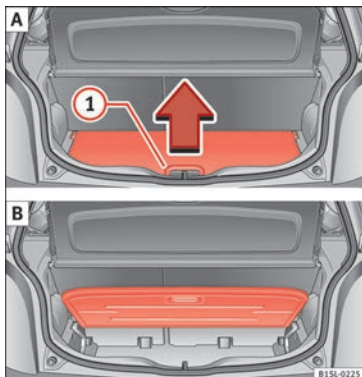

Fig. 71 A: aprire il piano variabile del bagagliaio. B: piano variabile del bagagliaio sollevato.
- Per *sollevare* il piano, sollevare la leva » **fig. 71** ① nel senso della freccia e tirare completamente il piano verso l'alto » **fig. 71** B.